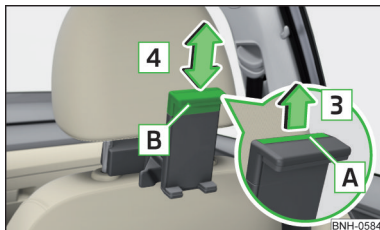

Fig. 104
► Para **ajustar el tamaño del soporte** tirar el cinturón de seguridad en el sentido de la flecha y desplazar la parte en el sentido de la flecha en la posición deseada » fig. 104.